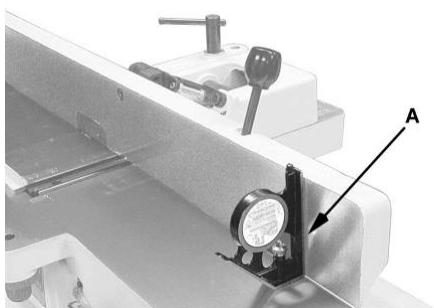

Рис. 25
5. Поместите инструмент для измерения угла на стол и на упор, чтобы проверить правильность установки угла 90° (A, рис. 25).
6. Если упор находится не под прямым углом по отношению к столу, ослабьте фиксатор (J), ослабьте шестигранную гайку (F), и вращайте стопорной болт (E) до тех пор, пока угол между упором и столом не составит 90° .
7. Затяните стопорную гайку (F) чтобы зафиксировать угол. Затяните фиксатор (J).